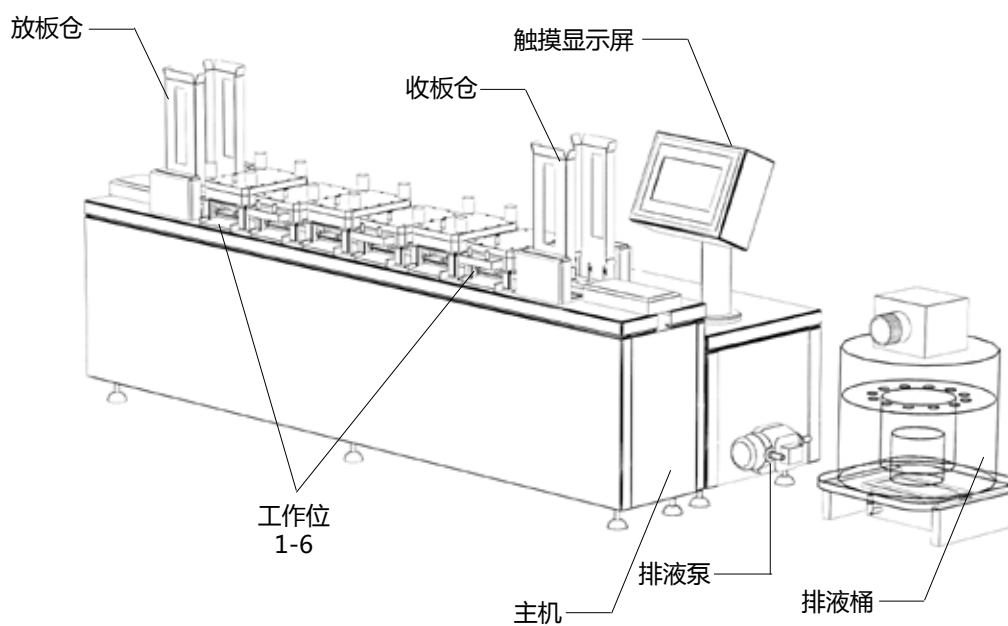
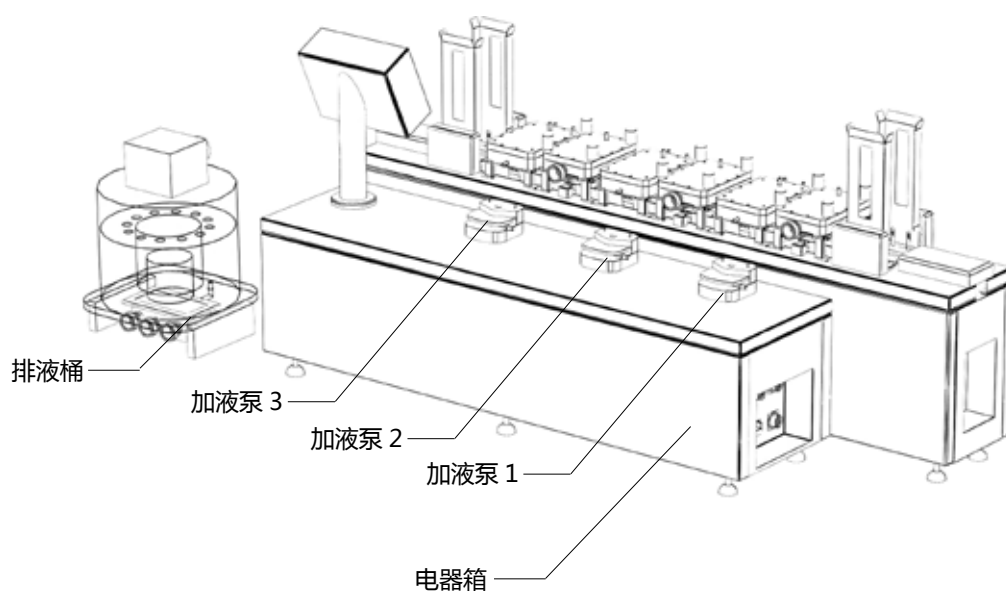

图 1. 前视图
图 2. 后视图
1. 按图 1 及图 2 将主机及电器箱摆放在稳定的工作台上。